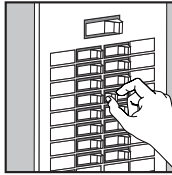

Fig. 2
B. (Fig. 2) Place either the main (Master) switch to the "OFF" position, cutting off power to your entire home, OR turn off the individual switch that provides power to where the fixture will be installed.
B. (Fig. 2) Mettez hors tension soit le commutateur principal, pour ainsi couper le courant dans toute la maison, soit le commutateur individuel qui commande l'alimentation au circuit particulier sur lequel vous mettez en place le nouvel appareil d'éclairage.
B. (Fig. 2) Coloque el interruptor principal (Maestro) en la posición "OFF" (apagado), cortando el suministro de energía de todo su hogar, o bien, desconecte el interruptor individual que provee energía al lugar donde estará instalado el artefacto eléctrico.